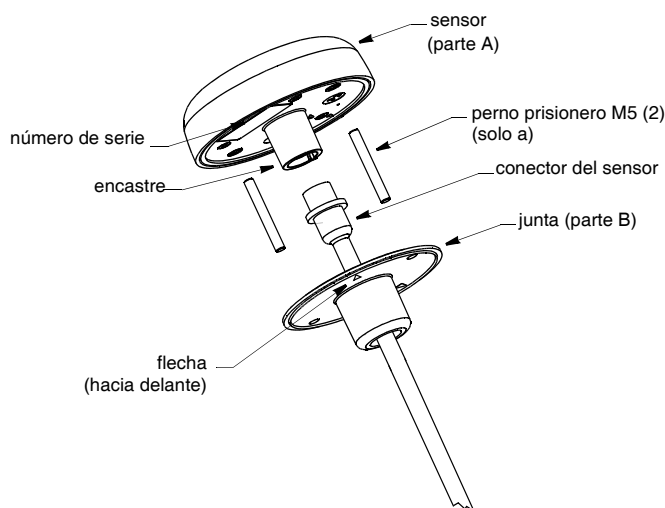

Figura 2. Preparación del sensor
1. Retire la etiqueta situada sobre el encastre del sensor (parte A) (figura 2).